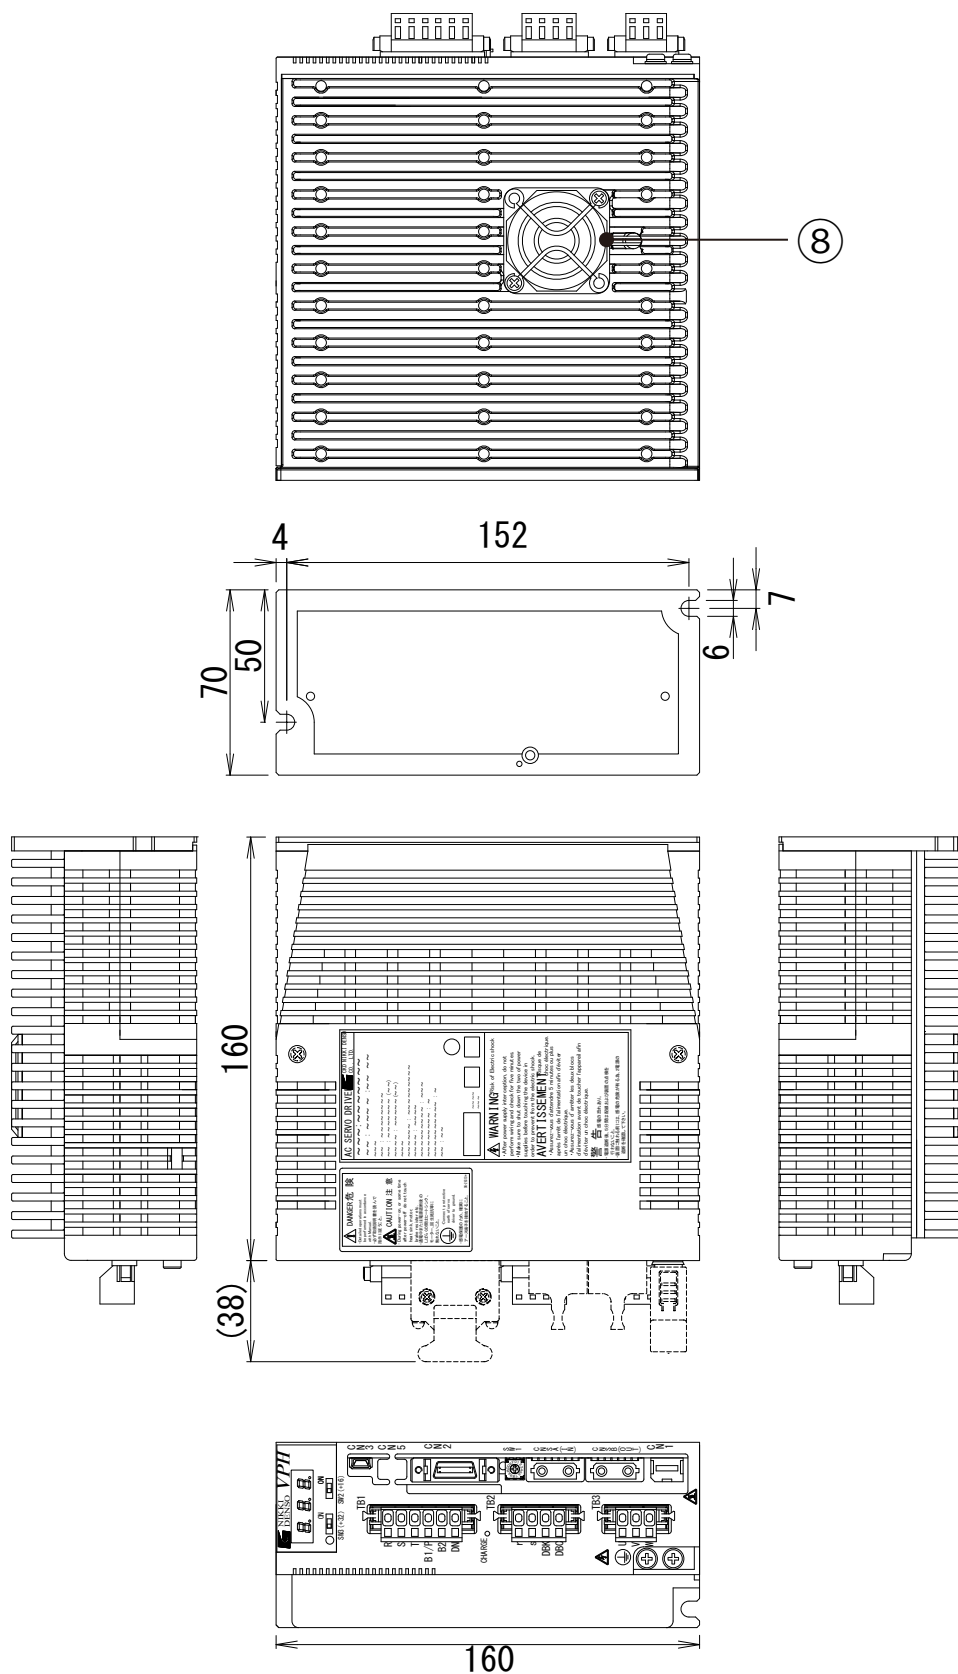

図12-3 800W装置本体外形図(Type2)
| ⑧ | FAN | 空冷用ファン「図 12-3 800W 装置本体外形図 (Type2)」参照 | |